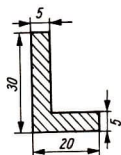

Bild 30
- 3.59 Berechnen Sie die Lage des Schwerpunktes für das im Bild 30 dargestellte 1,00 m lange Winkelprofil (Maßangaben in Millimeter).